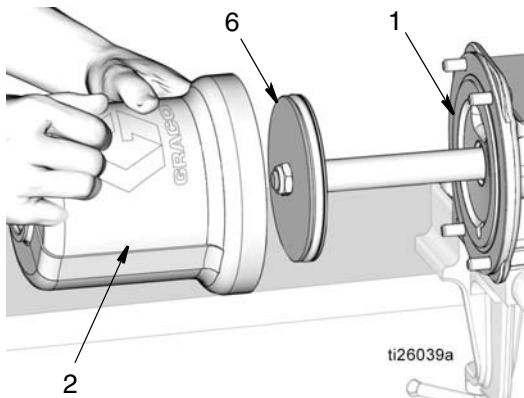

图 52
- 使用干净的布擦拭气缸 (2) 的内部，除去任何脏污或污染物。
- 在气缸 (2) 的内表面涂抹薄薄一层滑脂。滑动气缸 (2) 在活塞 (6) 上，完全向下推，直至其牢牢就位于泵底座 (1) 上。参见图 52。